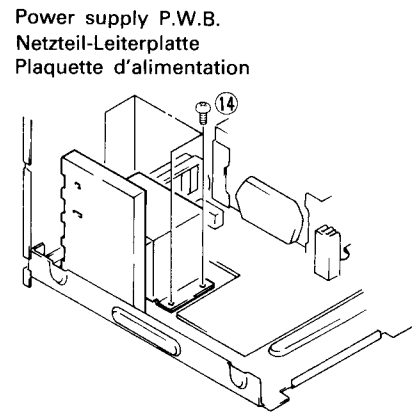

Fig. 8 Abb. 8
8. Power Supply P.W.B. (Fig. 8)
8. Netzteil-Leiterplatte (Abb. 8)
8. Plaquette d'alimentation (Fig. 8)